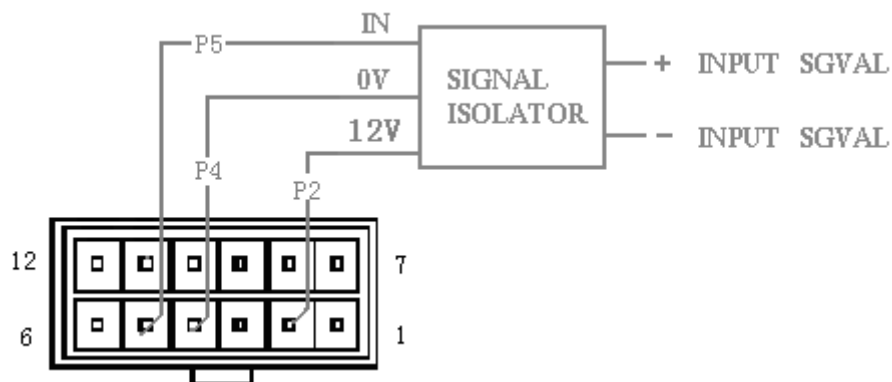

图 7
2、信号隔离器式速度调节与控制器（请选用信号隔离器式控制器）的接线（见图 7）。
使用速度调节信号隔离器按照图 7 所示，在 P2，P4，P5,端子之间连接上信号隔离器。